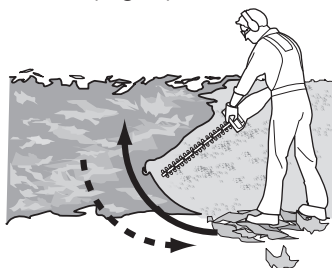

Fig. 5
1. Assegure que a cobertura da lâmina (11) foi removida.
4. Segure sempre firmemente o produto com ambas as mãos na pega dianteira (4) e na pega traseira (6). Nunca opere este produto usando apenas uma mão.
6. Corte primeiramente os dois lados, deslocando-se do fundo para cima até ao topo. Isto irá evitar que o material cortado caia sobre a área que ainda terá de ser cortada (Fig. 5).